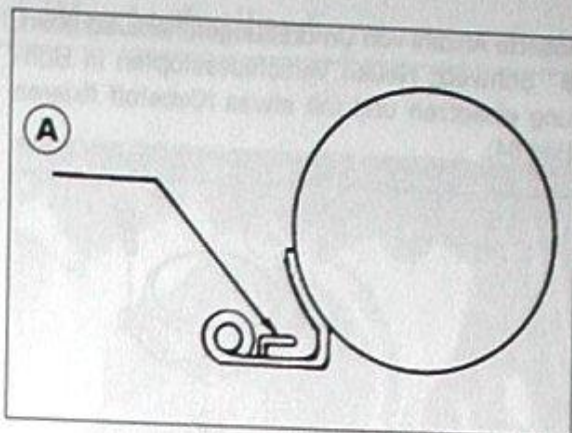

Bild 89
- Falls Pegel nicht korrekt, durch vorsichtiges Biegen der Schwimmerventil-Blechzunge «A» Bild 89 am Schwimmer Pegel richtig stellen.